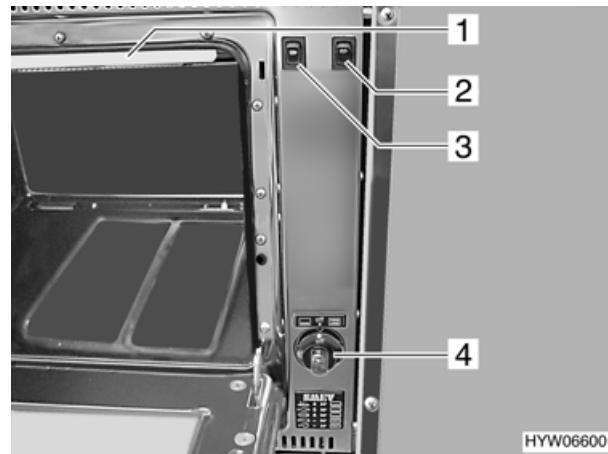

Bild 86 Gasbackofen
- Drehregler (Bild 86,4) auf Backen oder Grillen stellen.
- Drehregler (Bild 86,4) auf Stellung "off" drehen.
- ▷ Bei Grillbetrieb Hitzeschutz (Bild 86,1) entfernen und Backofenklappe halb geöffnet lassen.
- ▷ Der Bratspieß-Motor kann mit dem Wippschalter (Bild 86,3) beim Grillen oder Backen in Gang gesetzt werden.